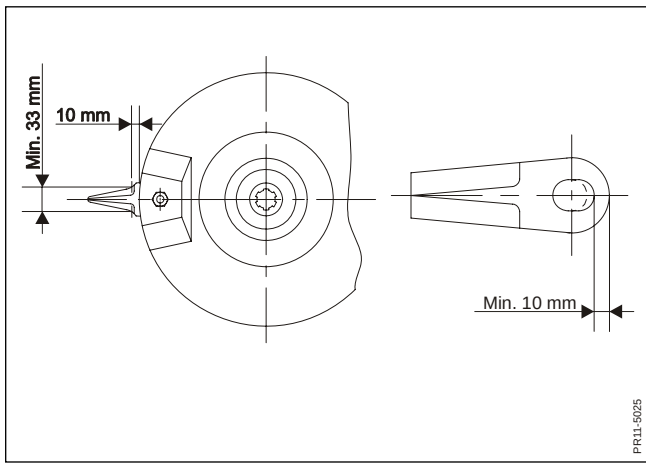

Fig. 5-1
- Fig. 5-1 Knive skal udskiftes hvis: